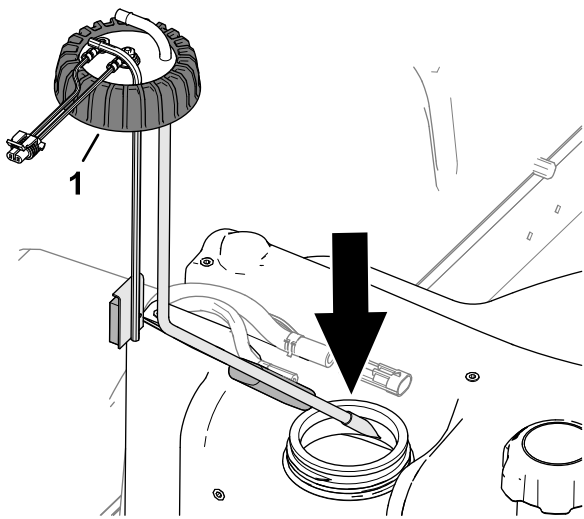

Figure 128
- Installez avec soin le tube d'aspiration et le flotteur dans le réservoir de carburant (Figure 128).